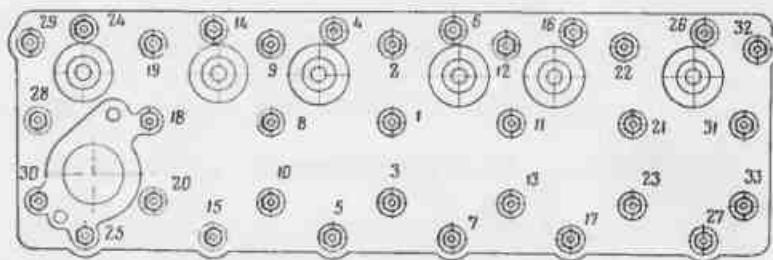

Рис. 26. Последовательность затяжки гаек крепления головки блока цилиндров
- подтянуть (на холодном двигателе) гайки крепления головки блока цилиндров (последовательность затяжки гаек указана на рис. 26);